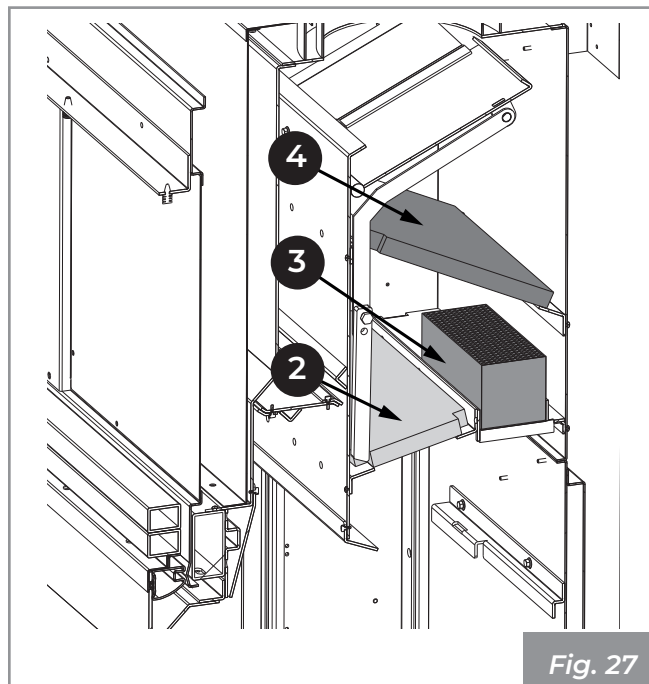

Fig. 27
- 2) Positionner les panneaux (4) en les posant sur les supports (**Fig. 27**).
- 3) Placer le joint torique (3) en l'insérant dans son support.
- 4) Positionner les panneaux (3) en les posant sur les supports.